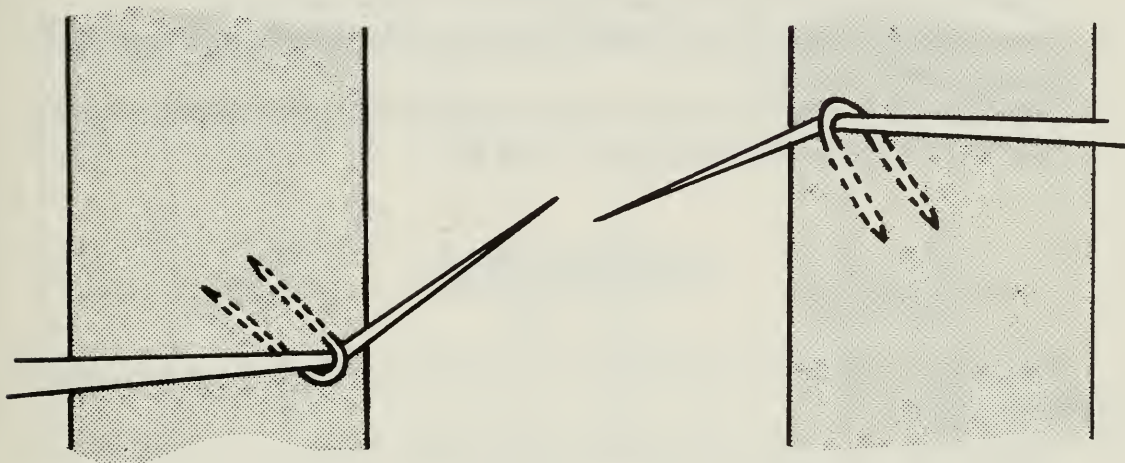

Fig. 38 Cramponnage des fils aux points hauts et aux points bas.
4. Aux points bas (fossés), enfoncer les crampons à un angle ascendant et aux points hauts, à un angle descendant (fig. 38). Le fil tire alors le crampon vers l'intérieur du poteau plutôt que vers l'extérieur.